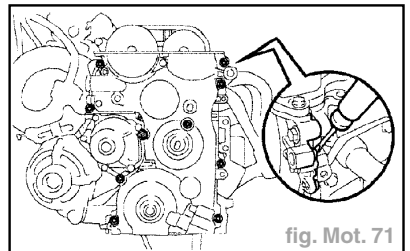

fig. Mot. 71
- Déposer le couvercle de chaîne de distribution en faisant levier avec un tournevis sur les portions situées entre la culasse et le bloc-cylindres (fig. Mot. 71).